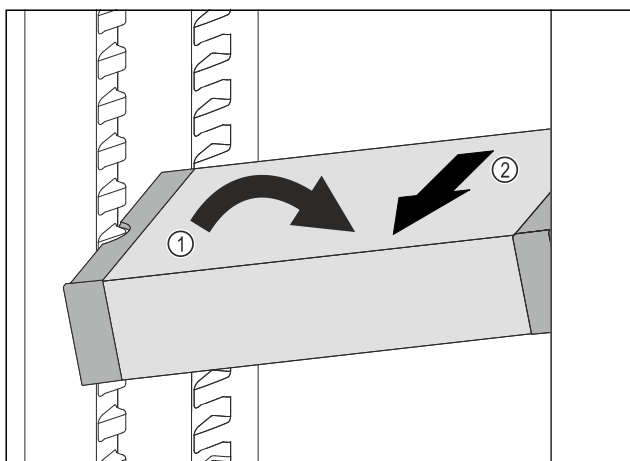

Fig. 69
- Расположите VarioSafe в холодильном отделении под наклоном. Fig. 69 (1)
- Извлеките VarioSafe движением вперед. Fig. 69 (2)